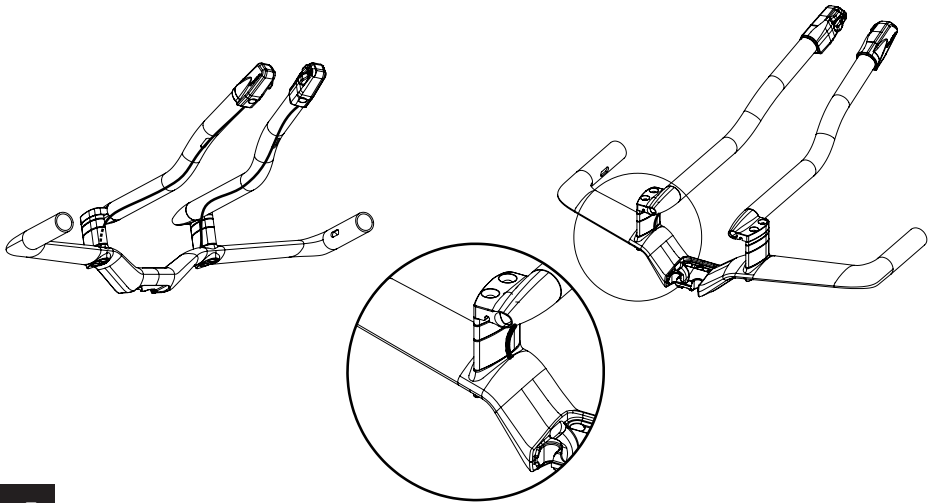

Fig. 7
- 3- Infilare le due guaine del deragliatore che provengono dal rivestimento sul tubo orizzontale in ciascuna prolunga. Farle uscire dai fori oblungi sulle prolunghhe e concludere il routing (Fig. 7).